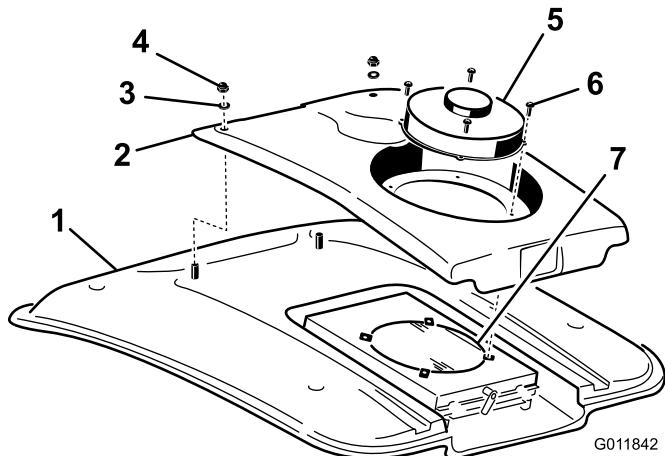

図 103
2. ファン取り付け部にファンとコンデンサを固定しているねじ（4本）を外す（図 103）。
4. コンデンサカバーの前部をキャブの屋根に固定しているナット（2個）とワッシャを外す（図 103）。
8. スクリーンを圧縮空気でていねいに洗浄する（図 103）。